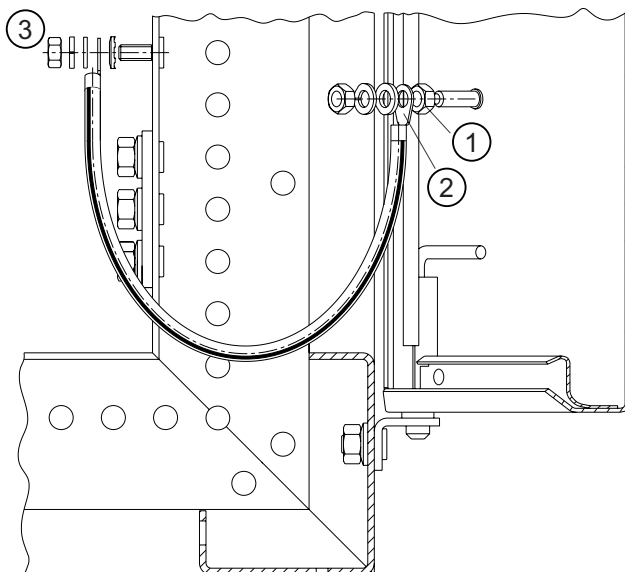

Bild 12
- 1 Für den Schutzleiteranschluss an den Türen, Sechskantmutter M 6 auf den Erdungsbolzen M 6 der Tür mit 3 Nm aufschrauben, siehe Bild 12.